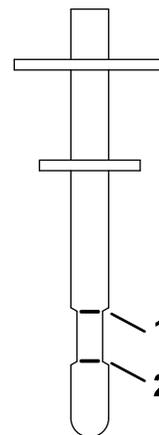

Рисунок 67
7. Вставьте измерительный щуп в заливную горловину, затем извлеките его и проверьте уровень жидкости (Рисунок 67).